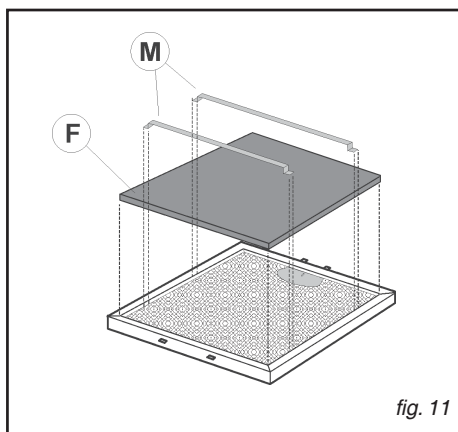

fig. 11
- Enlevez les fitres à charbon panneaux (F) et les arrêtes (M) qui se trouvent sur les filtres à graisse (Fig.11).